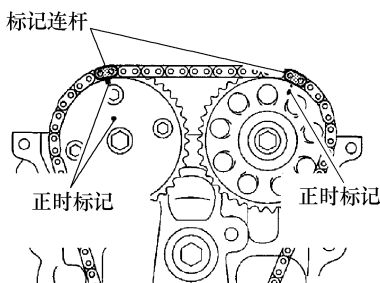

图 1-191 对准正时标记
④ 将金色或黄色标记连杆对准凸轮轴正时齿轮和链轮上的各正时标记，然后安装链条，见图 1-191。